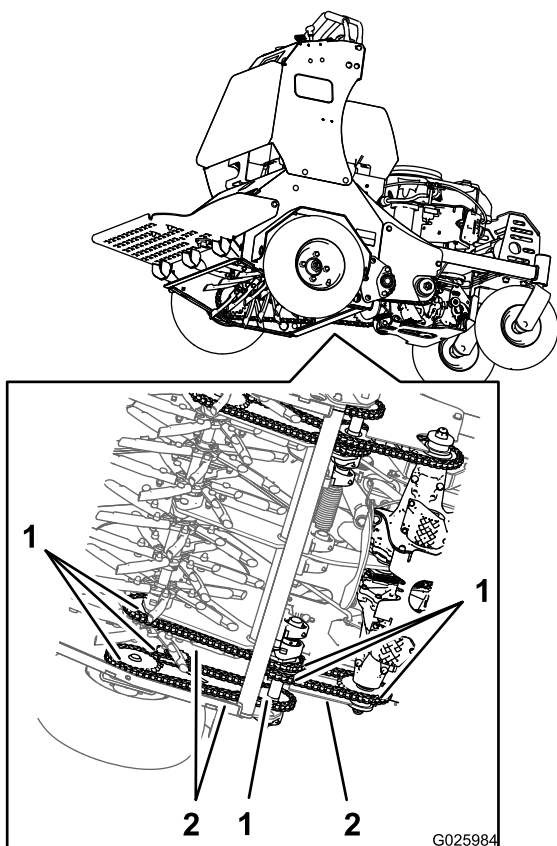

Figura 16
2. Inspeccione los piñones en busca de desgaste y cámbielos si es necesario (Figura 16).
2. Compruebe la tensión de las cadenas (Figura 16) en los dos lados de la máquina.
5. Con el motor en marcha, mueva lentamente las palancas de control de tracción hacia adelante y lubrique las seis cadenas (Figura 16).